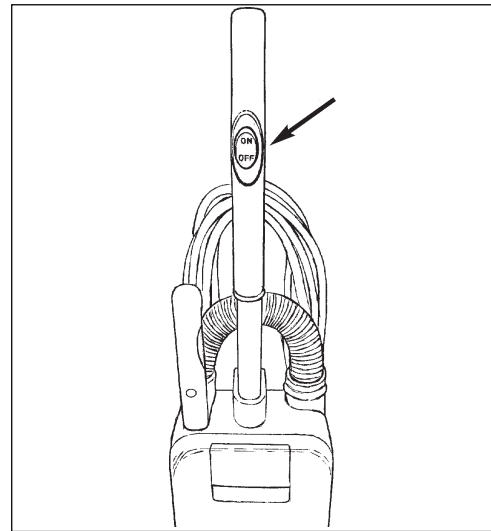

Figura 9
**Interruptor de ENCENDIDO/APAGADO** (Consulte la figura 9)
3. Sitúe el interruptor ON/OFF (encendido/apagado) en la posición "I" (consulte la figura 9).